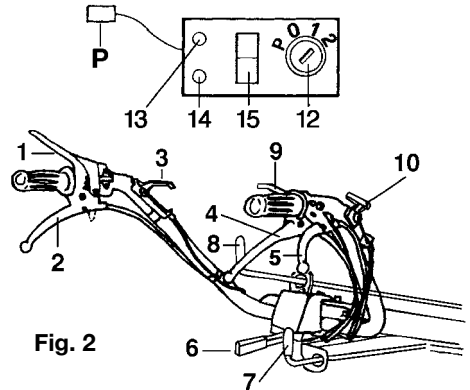

Fig. 2
## COMMANDES (Fig. 2)
Pour sélectionner les vitesses utiliser le levier 8 (Fig. 2).
La prise de force indépendante est actionnée par le levier 7 (Fig.2).
Les motoculteurs sont équipés de série avec le différentiel et son blocage. Le blocage du différentiel s'obtient en actionnant le levier 3 (Fig.2) placé à droite de la colonne du guidon.
(Fig.2)
- 2) Retirer les mancherons 7 ( Fig. 2 ) des sièges de support S.
3) Tirer le levier 10 ( Fig. 2 ) et pivoter la colonne dans le sens contraire aux aiguilles d'une montre (de droite à gauche), comme indiqué sur la Fig. 7/B.
- Mettre la tige commande vitesses (8) au point mort et bloquer la prise de force (7) (Fig. 2).
- Relâcher le levier du MOTORSTOP (1).
### ARRÊT MOMENTANE DU MOTOCULTEUR (Fig.2)
### FREINAGE MOTOCULTEUR (Fig. 2)